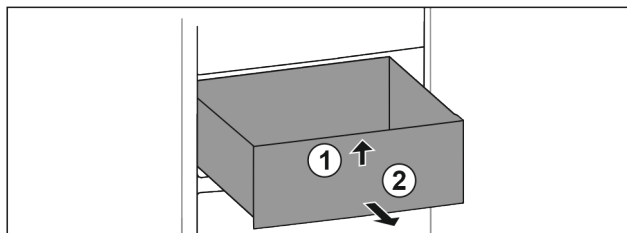

Fig. 11
- ▶ Aan voorzijde optillen Fig. 11 (1).
- ▶ Er naar voren toe uittrekken Fig. 11 (2).